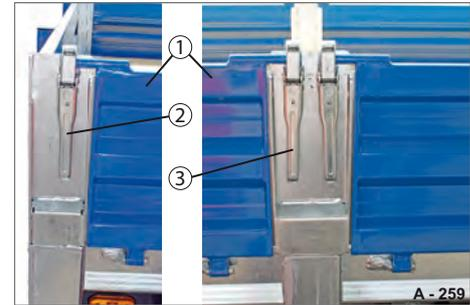

Abb. 131 Bordwand, verriegelt
- ▶ Bordwand-Verschlüsse (Abb. 131/2 & Abb. 131/3) öffnen.
- ▶ Ggf. drückende Ladung beseitigen, Bordwand (Abb. 131/1) kräftig zu drücken.